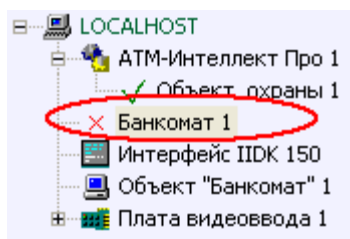

Рис. 53
1. Так как утилита передаёт события в ПО «Интеллект» с помощью объекта «Банкомат», то в дереве настроек «Интеллект» необходимо создать этот объект. Не путайте с «Объект "Банкомат"» (Рис. 53).